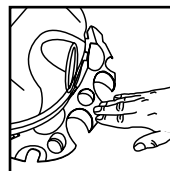

FIGURA 10
11. Presione en el centro del porta-herramientas hasta que la lengüeta quede asegurada en la parte inferior de la tapa. **FIGURA 10.**